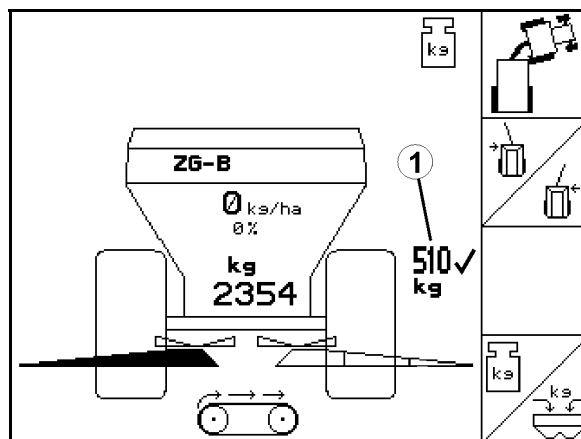

Fig. 57
- I arbejdsmenuen vises den udbragte gødningsmængde (Fig. 57/1).